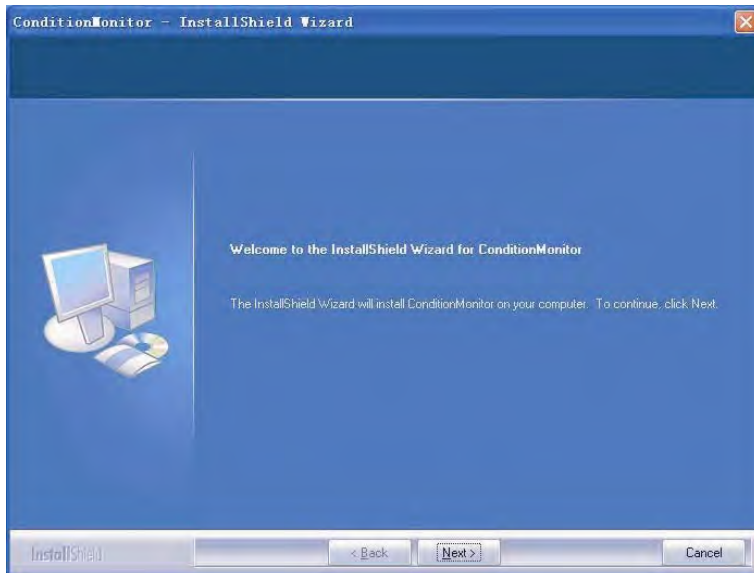

Abb. 2-2
2) Ein Fenster wie im Bild 2-2 wird angezeigt. Direkt auf „Next“ (Weiter) klicken.